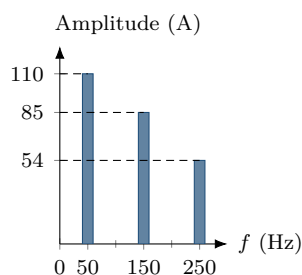

Figure 3
3. Pour le spectre représenté sur la **figure 3** :